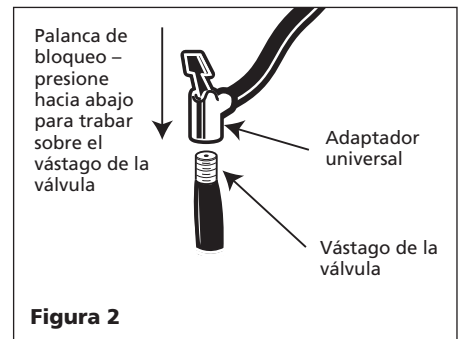

Figura 2
- d.) Presione a alavanca de travamento para baixo sobre a haste da válvula (veja a Figura 2).
- 1) Para usar los accesorios de inflado, introduzca el accesorio en el adaptador universal y presione la palanca para trabarlo en su lugar (vea la figura 2). El accesorio de inflado calzará con seguridad.